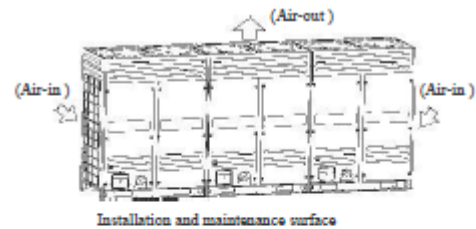

Fig.4-11
- Assurez-vous qu'il y a assez de place pour la maintenance. Les modules dans le même système doivent être à la même hauteur. (Voir Fig.4-11).